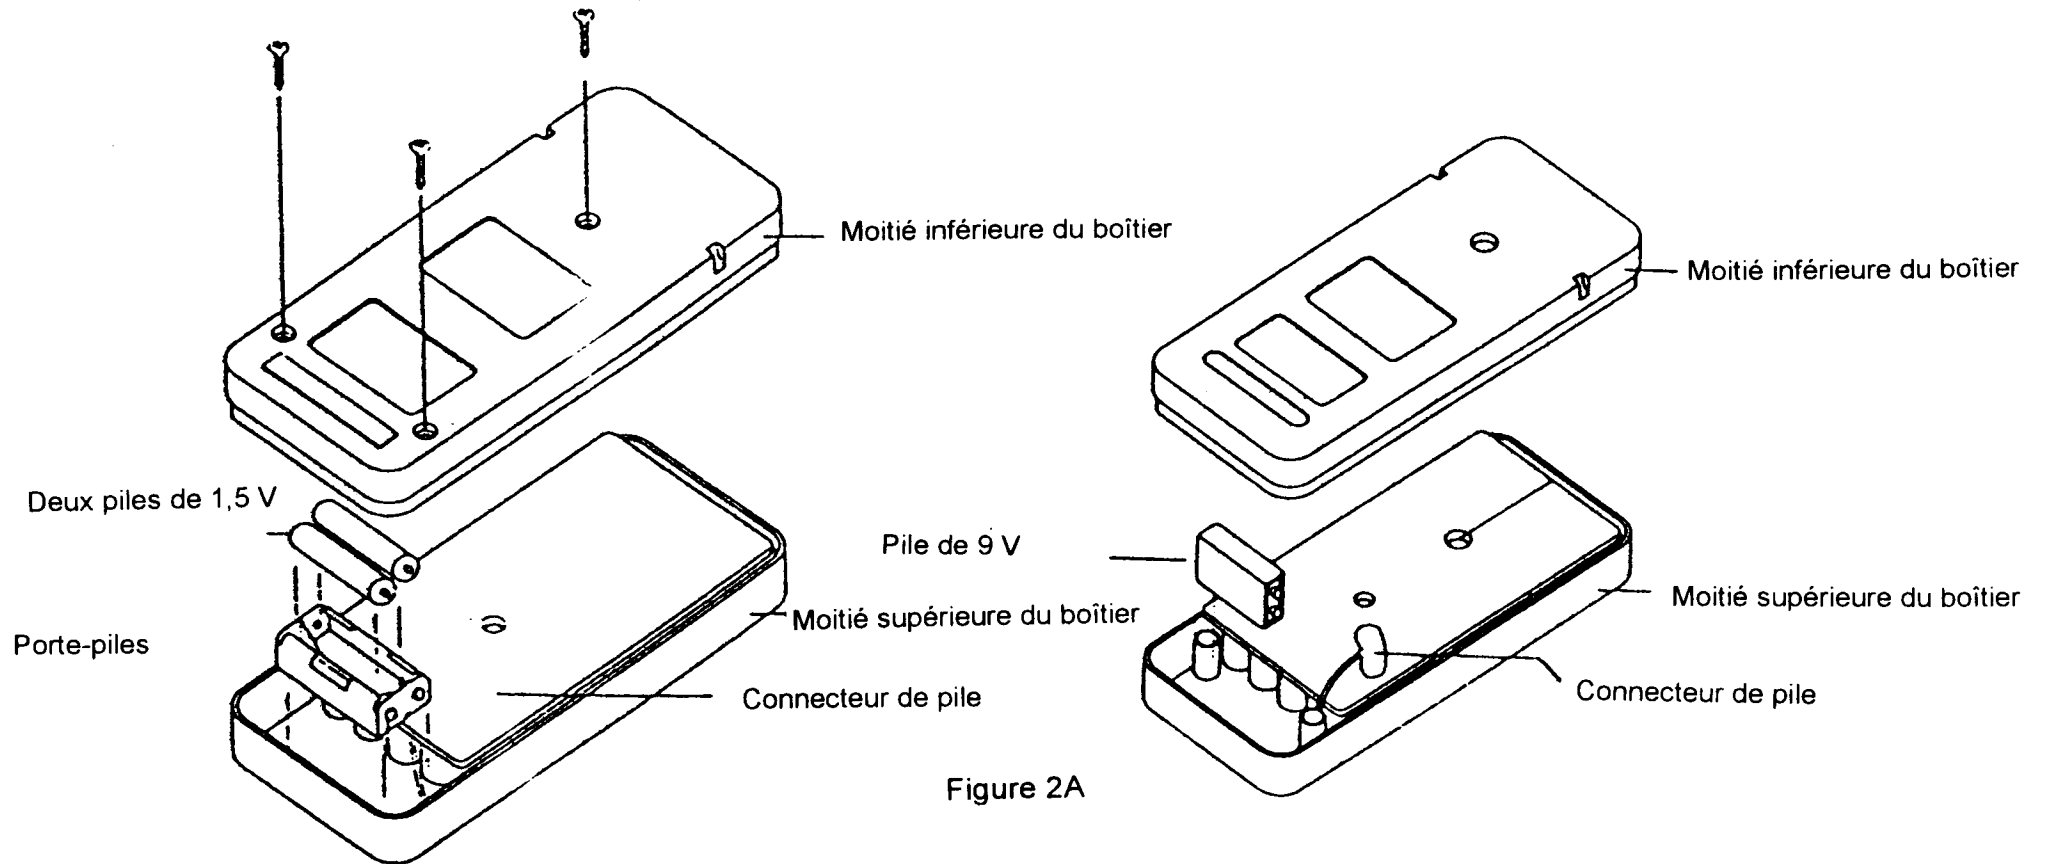

Figure 2A
Ces multimètres sont alimentés par deux piles de de 1,5 V (97) ou une pile de 9 V (97RMS). Pour changer les piles, voir la figure 2a et suivre les instructions ci-dessous.